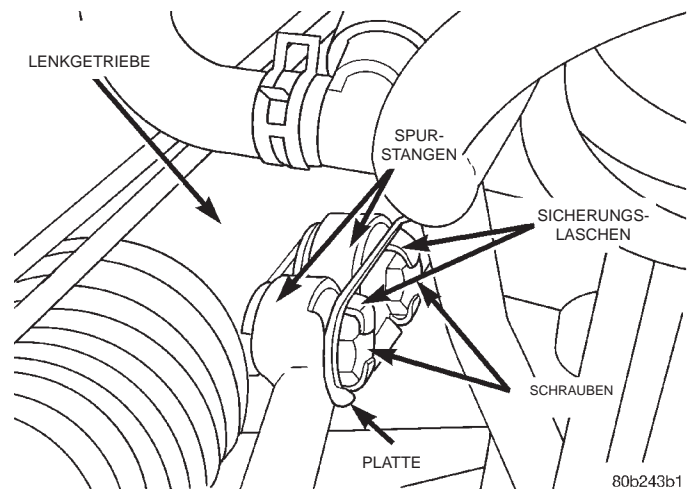

Abb. 23 Sicherungslaschen an den Befestigungsschrauben der Spurstange
(11) Die Sicherungslaschen an den Schrauben aufbiegen, mit denen die Spurstangen am Lenkgetriebe montiert sind (Abb. 23).
ACHTUNG! Nach dem Festziehen der Spurstangenschrauben die Sicherungslaschen dieser Schrauben so umbiegen, dass sie über die Schraubenköpfe greifen (Abb. 23).